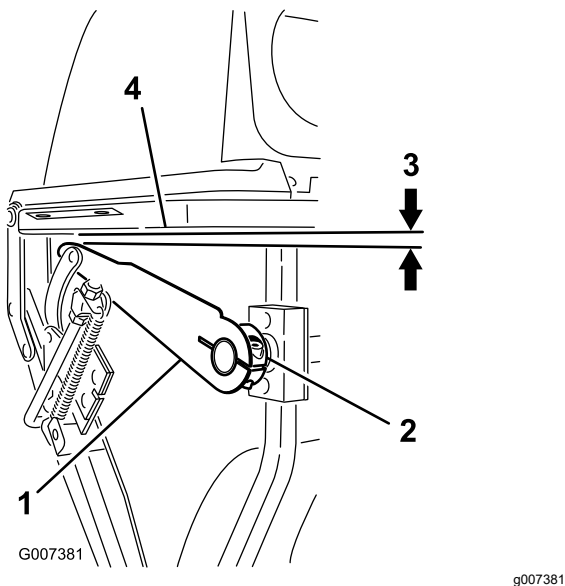

Figure 51
5. Para obtener la misma distancia, afloje el perno de cabeza Allen del buje de la palanca acodada derecha (Figure 51).